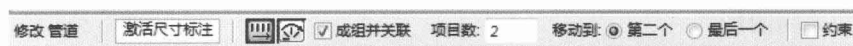

图 1-10
- 阵列：选择图元，单击“阵列”按钮，在选项栏中进行相应设置，勾选“成组并关联”复选框，输入阵列的数量，例如“2”，选择“移动到”选项组中的“第二个”单选按钮，在视图中拾取参考点和目标点位置，二者间距将作为第一个管道和第二个或最后一个管道的间距值，自动阵列管道，如图1-10所示。